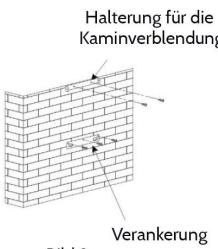

Bild 2
2. Ist die Höhe definiert, bringen Sie die Verankerung an der entsprechenden Stelle an. Dazu müssen Sie zuerst Bohrungen setzen (Sie benötigen eine Bohrmaschine, passende Bohrer, Dübel und Schrauben) und anschließend die Verankerung mit den Schrauben an der Wand befestigen. Nachdem die Verankerung fixiert ist, bringen Sie nach dem ähnlichen Verfahren die innenliegende Halterung für die Kaminverblendung an (siehe Bild 2). Achten Sie bitte auf den richtigen Abstand (messen Sie bitte den Abstand aus), da die Kaminverblendung später an der Klammer befestigt wird.